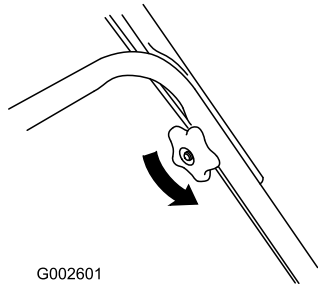

Bild 51
6. Lösen Sie die Griffhandräder, bis Sie den oberen Griff ungehindert bewegen können (Bild 51).